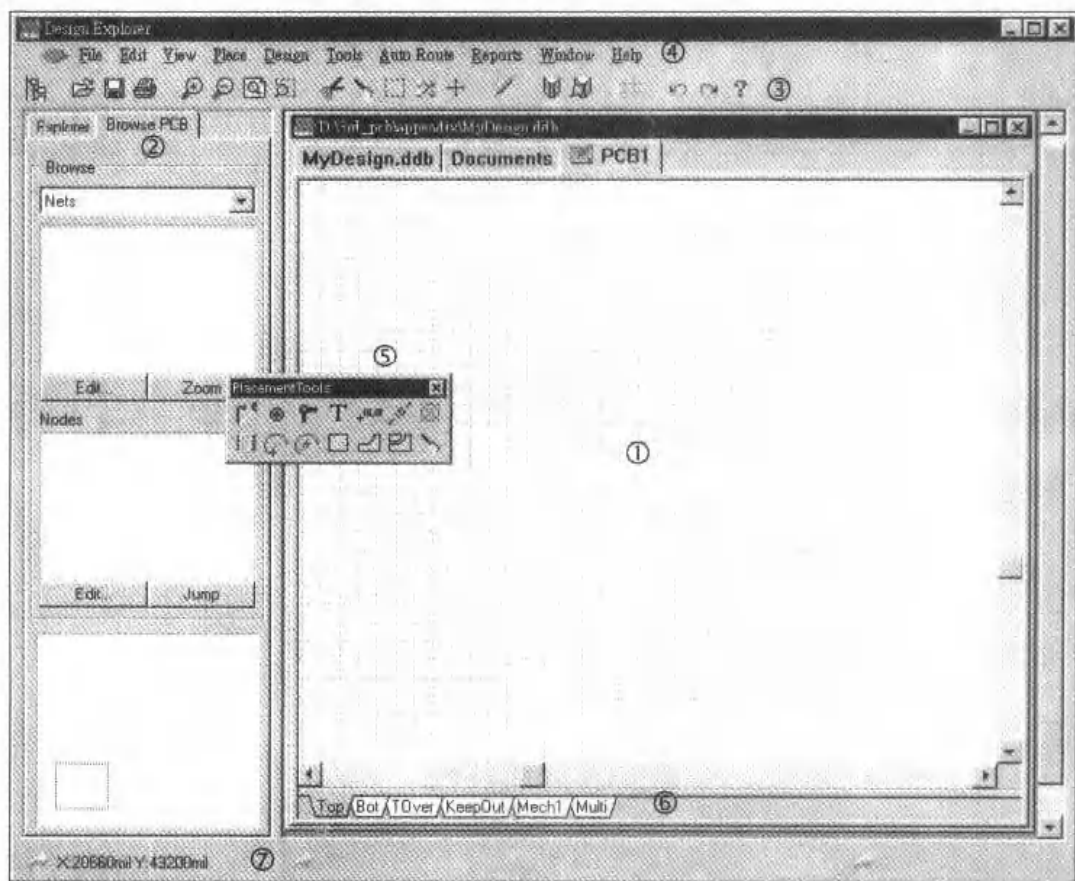

图 1.8 电路板编辑器
指向这个图标, 双击即可打开这个空白文件, 并进入电路板编辑器, 如图 1.8 所示。
现在就请就战斗位置，首先来认识电路图编辑环境，如图 1.8 所示，整个窗口称为「程序窗口」，而占程序窗口大部分位置的是「文件窗口」(即该图中标示的①部分)，也就是电路板的编辑区，所有编辑动作都是在这个窗口中进行。而这个窗口也是标准的 Windows 窗口，右上角有 、 及  三个按钮，单击  按钮可将该窗口缩小为图标，单击  按钮可将该窗口放至最大，单击  按钮则可关闭该窗口；在此强烈建议，最好是单击  按钮将窗口放至最大，才能扩大有效的编辑面积。如果没有将窗口放至最大，则可单击窗口下方的水平滚动条，以操作电路图显示在窗口里的水平位置；而单击窗口右边的垂直滚动条，以操作电路板显示在窗口里的垂直位置。
在程序窗口左边，长条形的面板为管理器(即该图中标示的②部分)，这个管理器真的很长，屏幕非得 800×600 分辨率无法完全显示！在这个管理器里，包括两页(Explorer、Browse PCB)，图 1.8 所示的是文件管理器(即 Explorer 页)。另一页是部件浏览器(即 Browse PCB 页)，我们可以在这页里挂/卸零件库、寻找零件、取用零件，还可以浏览电路板里的各项图件呢！其中各项功能，将在第七章进行介绍。